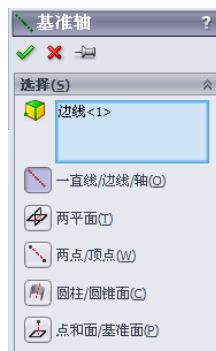

图 6-27 “基准轴”属性管理器
❹ 执行基准轴命令。选择菜单栏中的“插入”→“参考几何体”→“基准轴”命令，或者单击“参考几何体”工具栏中的“基准轴”图标，此时系统弹出如图 6-27 所示的“基准轴”属性管理器。